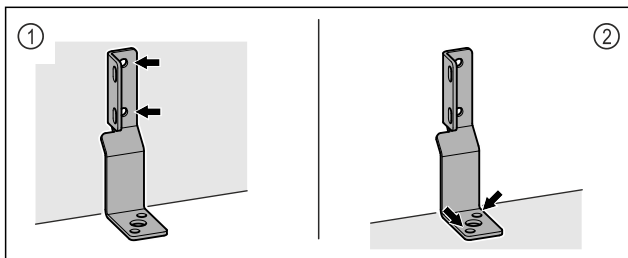

Fig. 45
- Fixer l'équerre au mur Fig. 45 (1) ou au sol Fig. 45 (2).